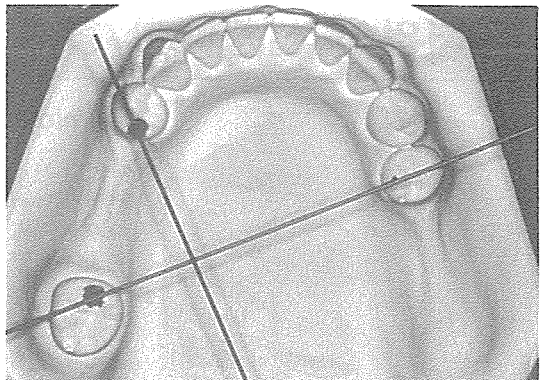

Fig. 8. 좌측 제1소구치의 rest가 indirect retainer로 가능함
4. Rest at Modification area(Fig. 8)